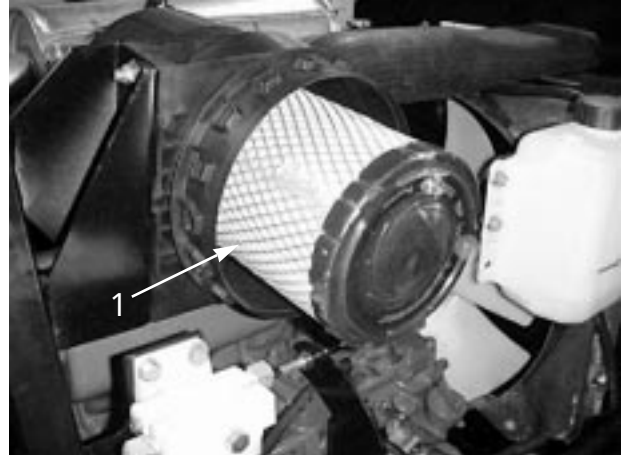
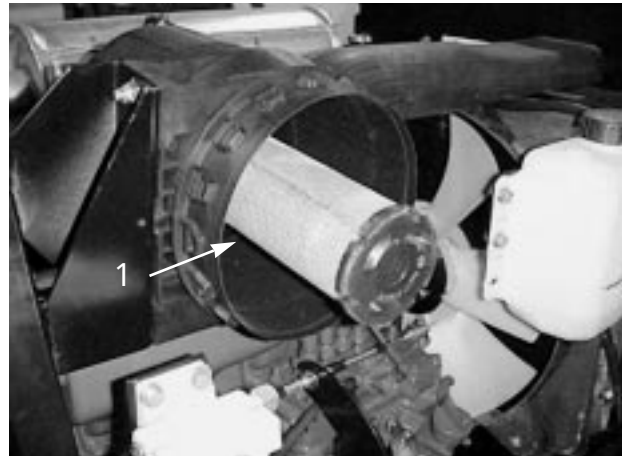

図 29
図 30
2. 一次フィルタ（図 29）を静かに引き出す。ごみが落ちるので、フィルタをボディーに打ちつけないように注意すること。また、安全フィルタ（図 30）は取り出さないこと。
重要 安全フィルタ（図 30）は絶対に洗わないでください。安全フィルタは、一次フィルタの 3 度目の整備時に新品に交換します。